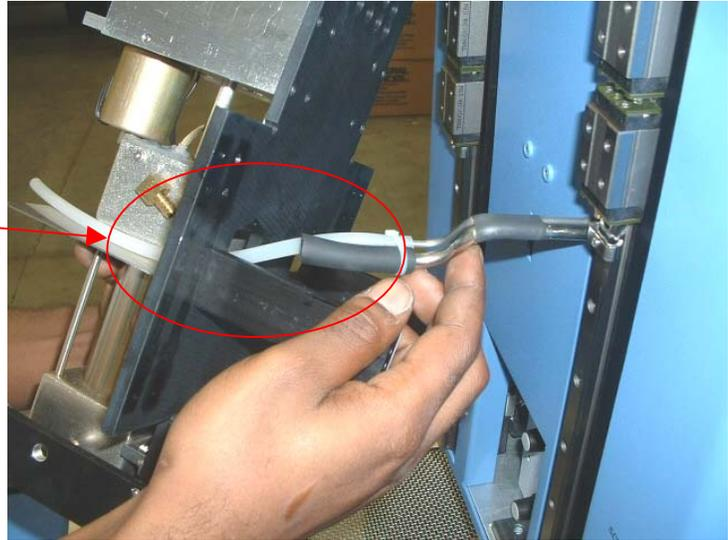

Abbildung 39
1. Installieren Sie das neue Heizelement behutsam an den Schienen. Fädeln Sie die Saugleitungen durch die Befestigungsplatte. Vergewissern Sie sich, dass die Schläuche nicht gequetscht werden. Siehe Abbildung 39.